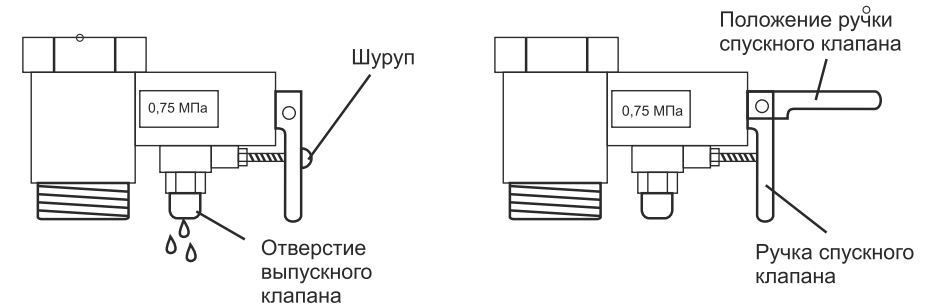

Рис.3
**Примечание:** при работе выпускного клапана для внутреннего вентилирования может не происходить выделения капель воды. Во время процесса нагрева внешнее покрытие водопроводной трубы под выпускным клапаном может иметь высокую температуру. Это относится к нормальным условиям. Это свидетельствует о том, что система внутреннего спуска давления функционирует. Если необходимо произвести слив воды из бака, то сначала перекройте затвор крана для входа воды, затем откройте затвор крана для спуска воды. Затем открутите шурупы на выпускном клапане с помощью инструмента. Поднимите пластмассовую ручку; дайте выйти воде из бака естественным образом. (Рис.3)